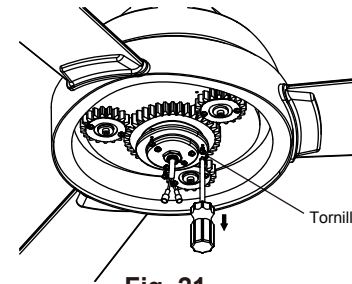

Fig. 21
Paso 1. Retire tres (3) tornillos como se muestra y guárdelos para su uso posterior. (Fig. 21)